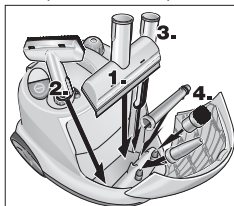

Fig. 9: Compartimento para acessórios
- Coloque o bocal manual, bocal para janelas, bocal puntiforme e as peças pequenas no compartimento para acessórios (ver fig. 9).